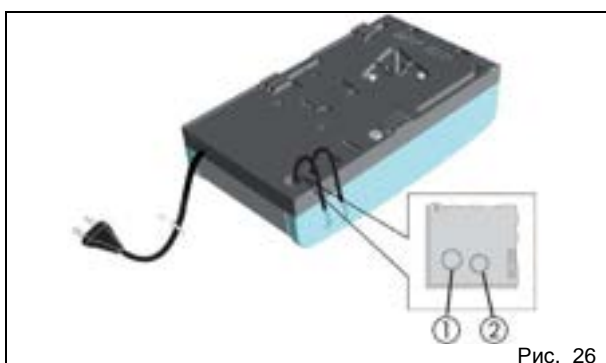

Рис. 26
- Для того чтобы подключить внешние блоки управления, предохранительные устройства и сигнальные лампы, следует выломать заглушку в предусмотренном для этого отверстии (рис. 26, поз. 1).
- Для подключения системы защиты от раздавливания (смотрите раздел 18.3) предусмотрено второе отверстие (рис. 26, поз. 2).